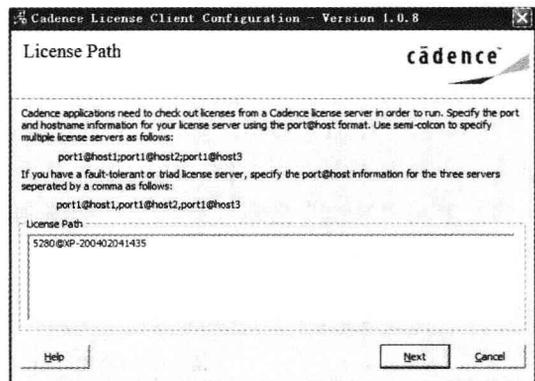

图 1.2.17 “License Path”窗口
(13) 出现“License Path”窗口, 请从 License 服务器上获取需要认证使用的信息, 并将其导入“License Path”的空白方框内, 如图 1.2.17 所示。